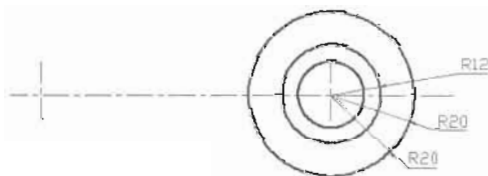

图 5-184
(4) 选择“粗实线”图层为当前图层, 单击“圆”按钮, 以辅助线的交点为圆心, 绘制 3 个同心圆, 如图 5-184 所示。